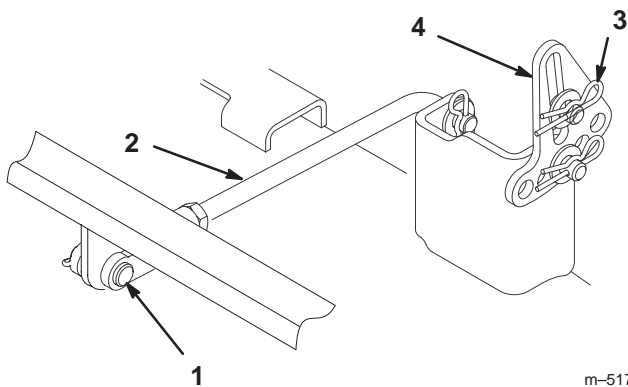

Figure 47
4. Retirez la goupille fendue et l'axe de chape de la tige du tourillon arrière (Fig. 47) de chaque côté du plateau de coupe.
5. Enlevez la goupille fendue et la rondelle des pattes de mise à niveau (Fig. 47) de chaque côté du plateau de coupe. Notez le trou de montage de la patte de mise à niveau en prévision de la repose. Dégagez les pattes de l'axe de montage.
4. Fixez le tourillon arrière à la machine à l'aide de l'axe de chape et de la goupille fendue (Fig. 47) de chaque côté du plateau de coupe.
5. Glissez les pattes de mise à niveau sur les axes de montage et fixez-les à l'aide des rondelles et des goupilles fendues (Fig. 47).